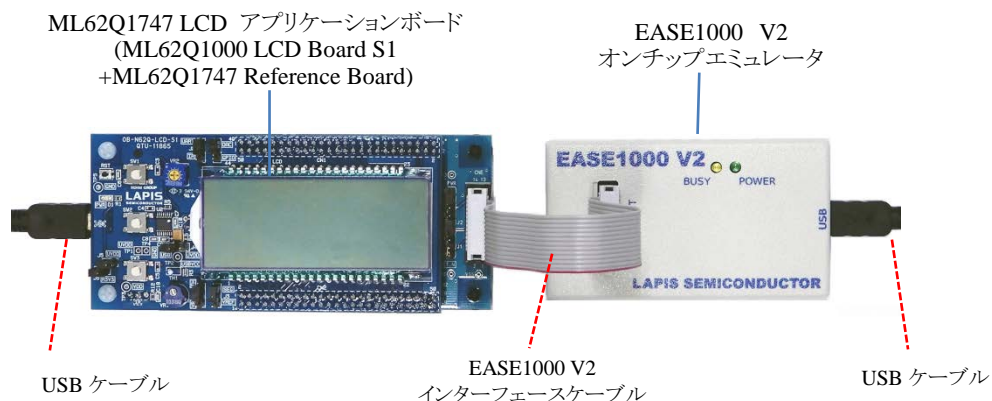
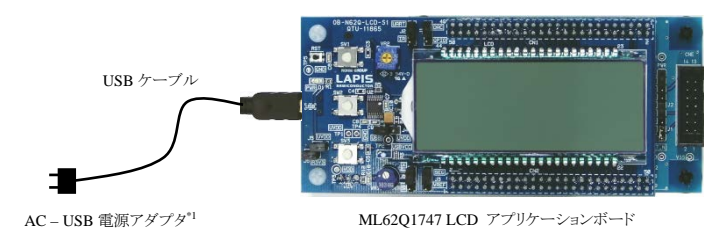
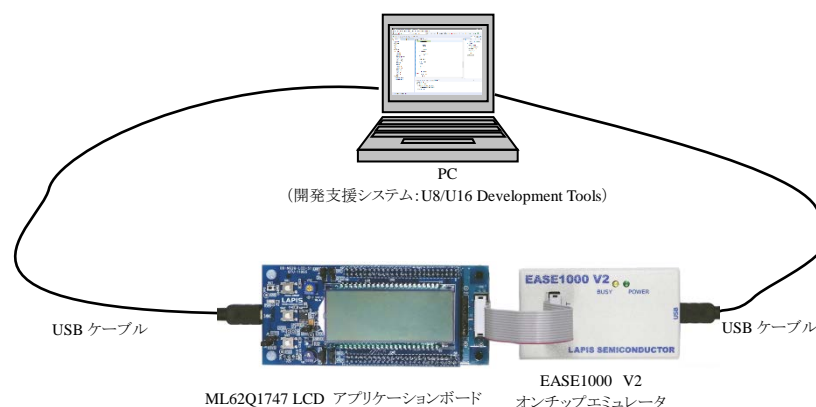

図 1 ML62Q1000 LCD スタータキット ハードウェア構成
図 2 スタンドアロンでのシステム構成
図 5 開発支援システム:U8/U16 Development Tools を使用したシステム構成
- 1-1. ML62Q1747 LCD アプリケーションボードに USB ケーブルを図 1 および図 2 のように接続します。
- 5-1. ML62Q1747 LCD アプリケーションボードおよび EASE1000 V2 オンチップエミュレータ(以下、「EASE1000」と呼びます)を図 1 および図 5 のように接続します。